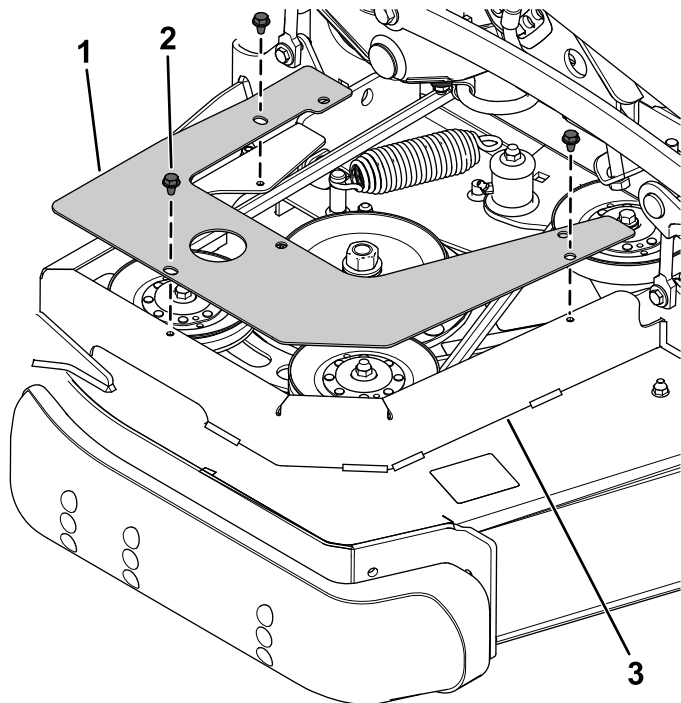

Bild 3
1. Befestigen Sie die rechte Riemenscheibenhalterungsabdeckung mit den drei zuvor entfernten Blehschrauben (Bild 3) an der Riemenscheibenabdeckung.